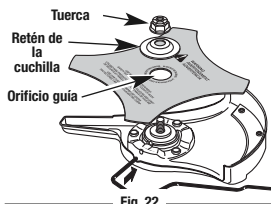

Fig. 22
1. Coloque la cuchilla de corte en el buje del eje de salida (Fig. 22).